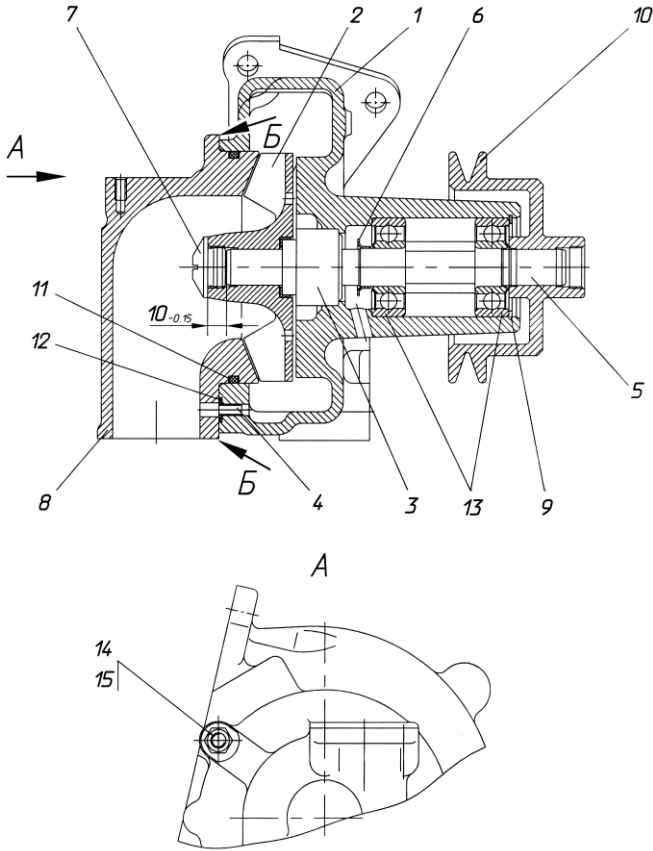

Рисунок 86 – Водяной насос:
- 5 Отвернуть гайки 14 (рис. 86) патрубка 8.
- 12 Извлечь из канавки корпуса 1 (рис. 86) насоса стопорное кольцо 9.
- 2 Напрессовать на вал 5 (рис. 86) подшипники 13 и водосбрасыватель 6. При этом необходимо:
- 9 Напрессовать крыльчатку 2 в сборе с манжетой и уплотнительной втулкой на вал 5 (рис. 86). При этом необходимо:
- установить крыльчатку ив валу в размер $10_{-0,15}$ мм (рис. 86) между торцом вала и торцом ступицы крыльчатки. Для этого необходимо при запрессовке установить на торец вала диск диаметром не более 13 мм и высотой $10_{0,15}$ мм.